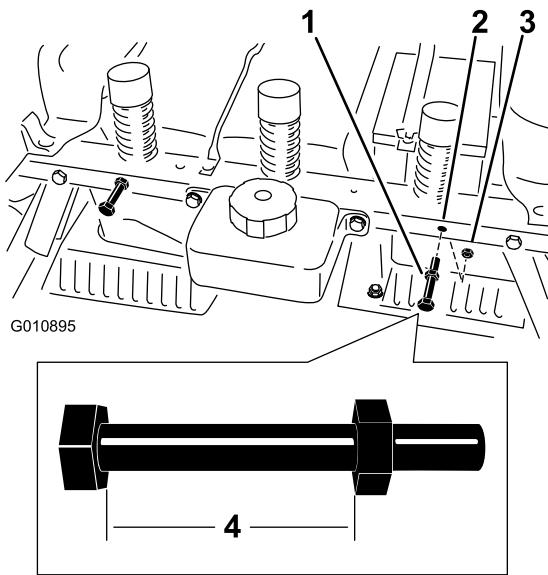

Figura 2
4. Localice los dos pernos (1/4 x 2 pulg.) y las cuatro contratuercas (1/4 pulgada) entre las piezas sueltas. Coloque una contratuerca en cada perno, según se muestra en Figura 2